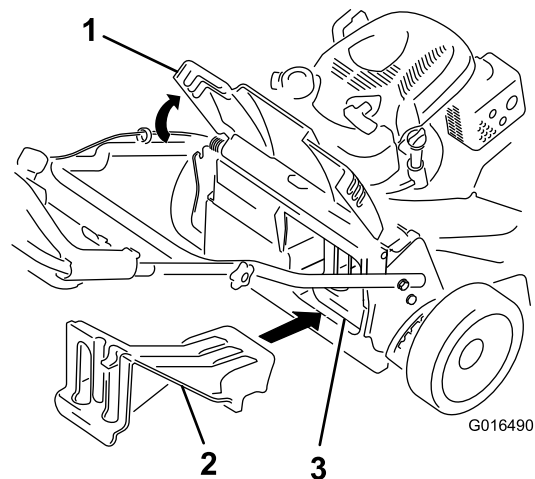

Figura 26
- Se o bujão de descarga traseira não estiver instalado, agarre-o pela pega, elevando o defletor traseiro e insira-o na calha de descarga traseira até que encaixe no sítio; consulte Figura 26.
Importante: Certifique-se de que o bужão de descarga traseiro está no lugar antes de reciclar as aparas de relva (Figura 26).